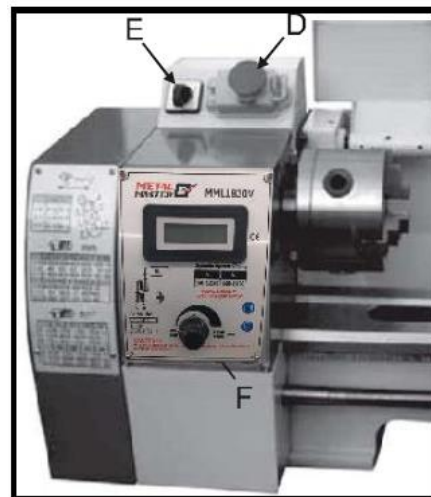

Рис. 9
1. Кнопка аварийной остановки, выключатель ON/OFF (ВКЛ./ВЫКЛ) (D, Рис. 9)
2. Переключатель на два положения (Е, Рис. 9)
3. Переключатель управления переменной скорости (F, Рис. 9)